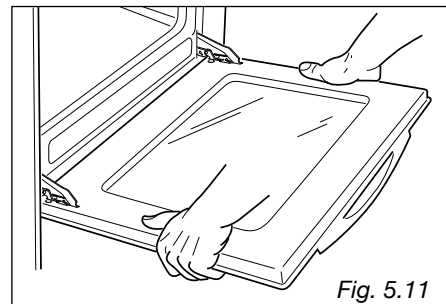
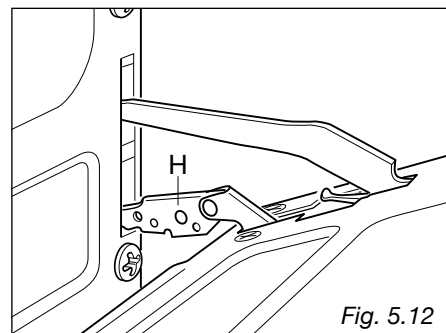

Fig. 5.11
Fig. 5.12
- Agrippez la porte (tel qu'indiqué à la fig. 5.11) et, en la refermant, dégagez les deux charnières comme le montre la fig. 5.12.
- Agrippez la porte en plaçant vos mains près des charnières et levez les leviers « H » avec vos index (fig. 5.12).